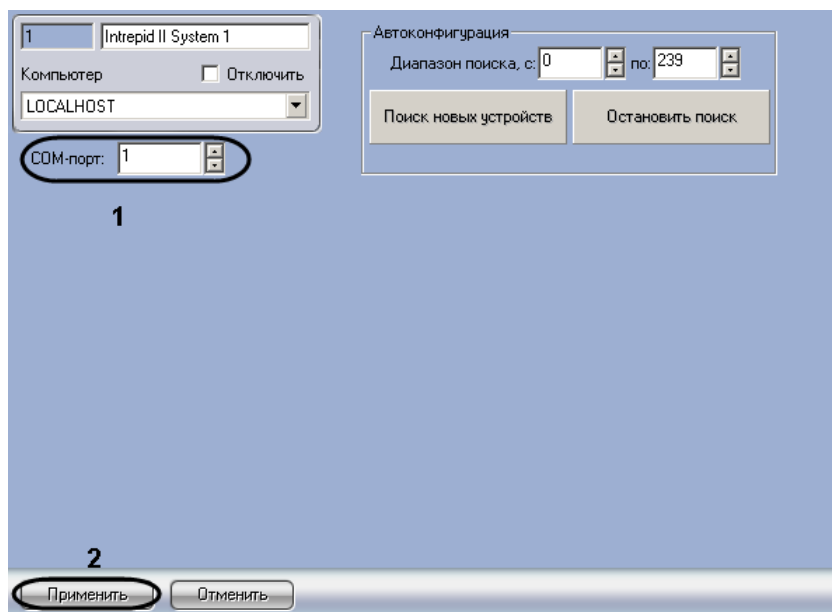

Рис. 3.2—2 Настройка подключения ПСЗ Intrepid II System
2. В поле **COM-порт** ввести с помощью кнопок **вверх-вниз** номер COM-порта подключения системы (см. Рис. 3.2—2, 1).
3. Нажать на кнопку **Применить** (см. Рис. 3.2—2, 2).